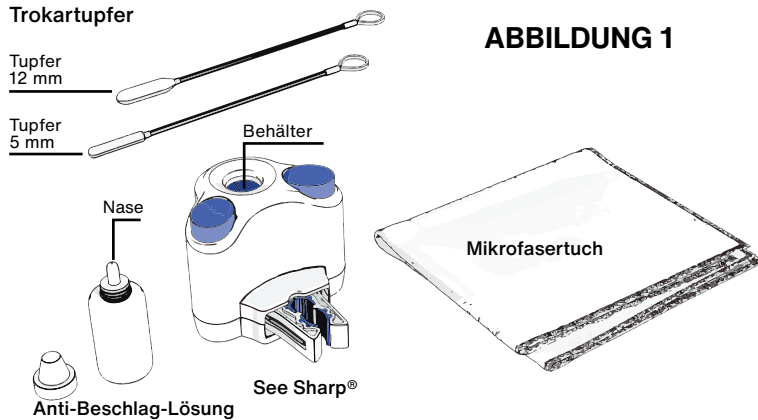

ABBILDUNG 1
- Das Etikett von der Verpackung abziehen und den Inhalt entnehmen (Abbildung 1), der Folgendes umfasst: eine (1) See Sharp® Einheit, ein (1) Mikrofaser Tuch, ein (1) 5-mm-Trokartupfer, ein (1) 12-mm-Trokartupfer, eine (1) Flasche mit Antibeschlaglösung.